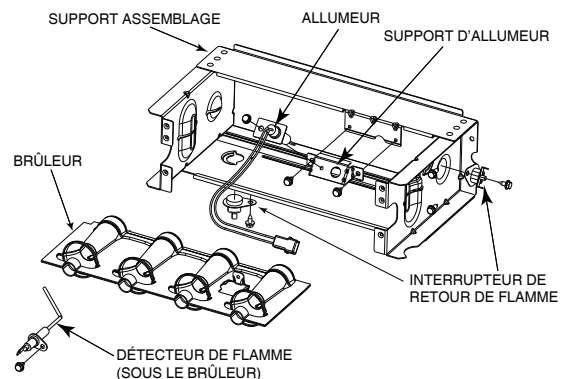
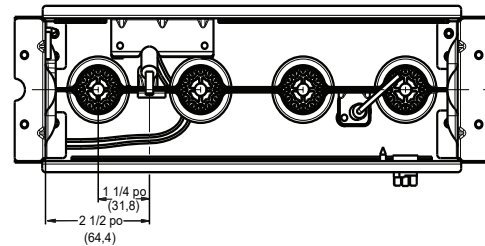
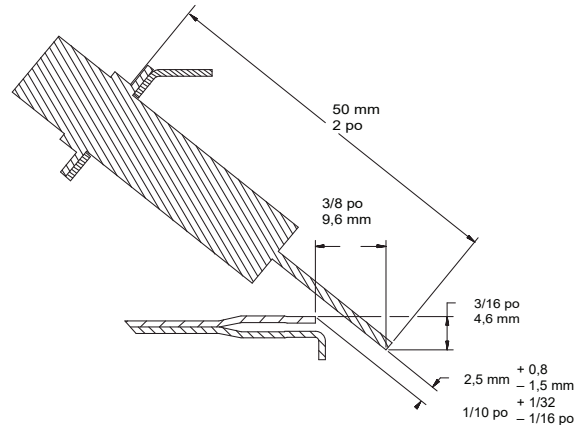

Fig. 68 – Bloc brûleur
Fig. 69 – Position de l'allumeur – vue de dessus
Fig. 70 – Position de l'allumeur – vue latérale
Consultez le Fig. 68.
8. Vérifiez l'alignement de l'allumeur. Consultez la Fig. 69, la Fig. 70 et la Fig. 68.
L'allumeur n'a **PAS** besoin d'une inspection annuelle. Vérifiez la résistance de l'allumeur avant son retrait. Consultez la Fig. 69, la Fig. 70 et la Fig. 68.
- a. À l'aide d'un tournevis 1/4 po, retirez les deux vis qui fixent le support de fixation de l'allumeur au bloc brûleur. Voir la Fig. 68.
7. Rebranchez le faisceau de l'allumeur sur l'allumeur en disposant les fils de façon à vous assurer qu'il n'y a aucune tension sur l'allumeur lui-même. Voir Fig. 68.